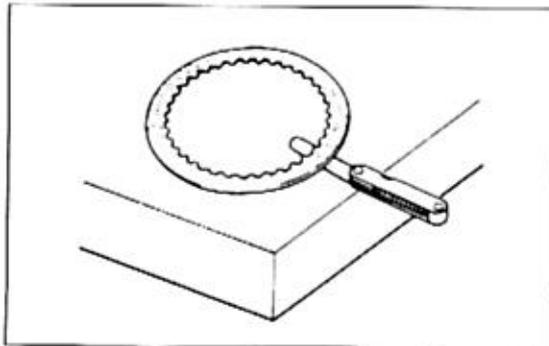

Bild 82
- Ungespannte Länge der Kupplungsfeder messen (Bild 82). Verschleissgrenze Feder 1: 27,6 mm; Feder 2: 20,0 mm.